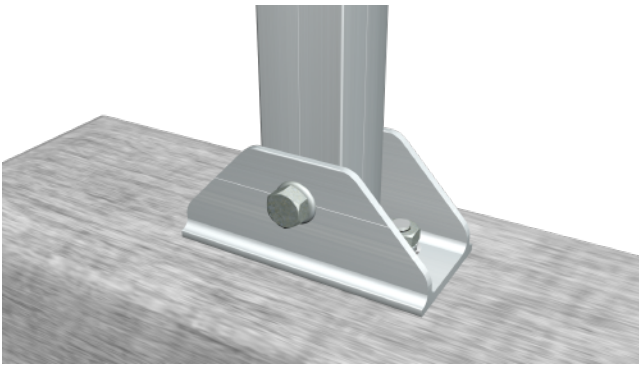

图1
1.2(d)将预装好的车棚支架与预装在水泥基础上的车棚基座用M20\*130 的螺栓锁紧，此装配需要3-4 人的合作如上图1、2、3所示。